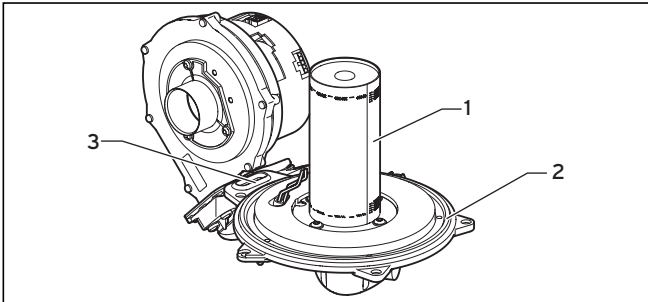

Abb. 8.3 Brenner prüfen
- Erneuern Sie die Dichtungen (2) und (3) in der Brenner-tür (siehe Abb. 8.3).